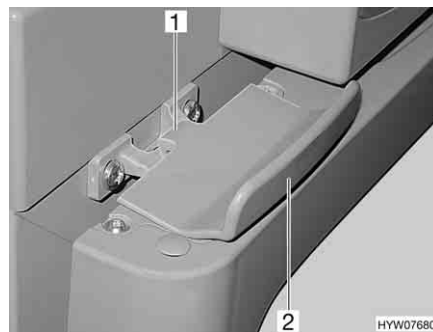

Fig. 235 Dispositif de verrouillage de la porte du réfrigérateur, fermé (Thetford)
- Ouvrir la porte du réfrigérateur sur la poignée (Fig. 235,2). Le verrouillage (Fig. 235,1) sera débloqué automatiquement.